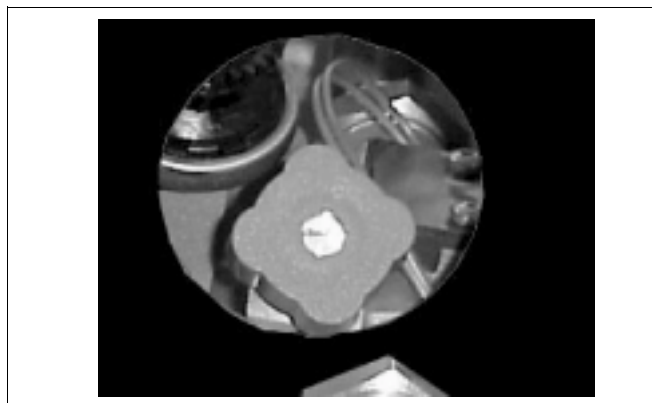

Рис. 42 Кран для заполнения
- Постепенно открыть специальный кран для заполнения (рис. 42), проверить работу всех автоматических воздушных клапанов в системе.